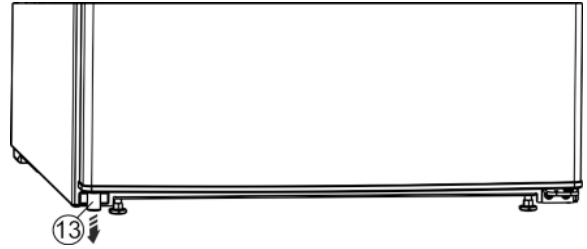

Fig. 5
- Estrarre dalla porta, in basso a sinistra, il distanziatore Fig. 5 (13).